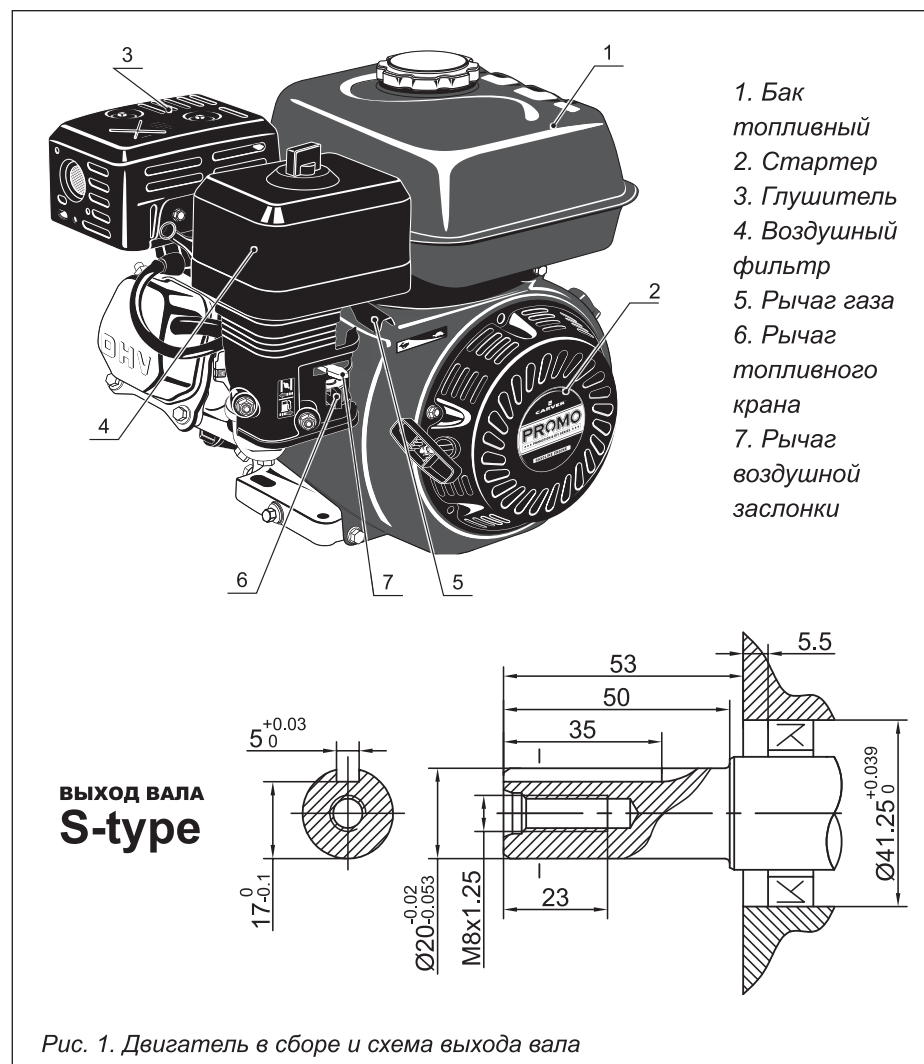

Рис. 1. Двигатель в сборе и схема выхода вала
1. ОСНОВНЫЕ ЧАСТИ И УЗЛЫ ДВИГАТЕЛЯ (рис. 1)